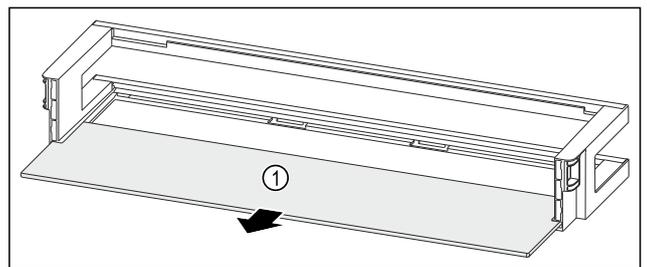

Fig. 48 Türabsteller mit Abstellfläche
- ▶ Abstellfläche Fig. 48 (1) entnehmen.